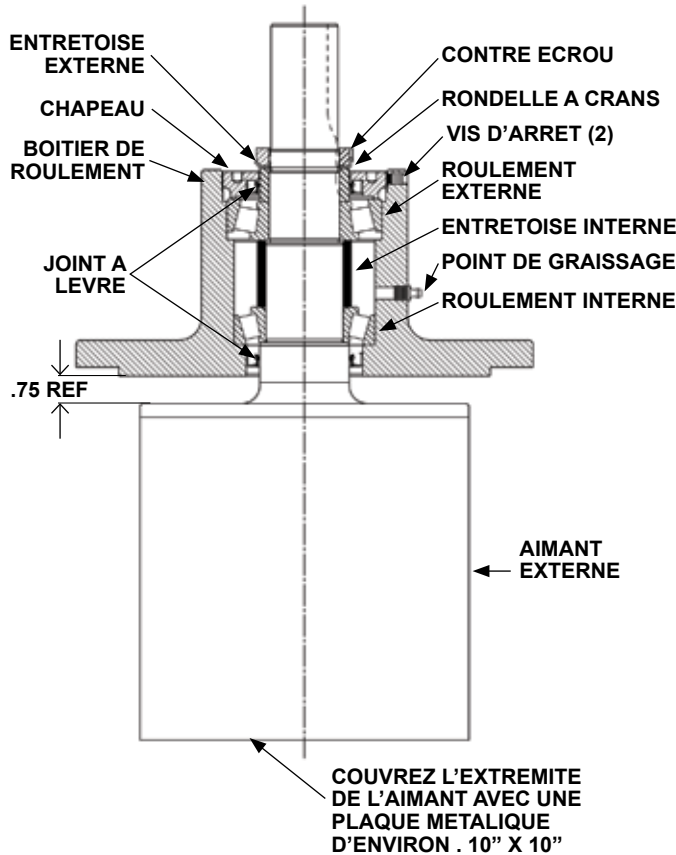

FIGURE 15
Le boîtier de roulement est muni de deux roulements à rouleaux coniques (TRB) bourrés à la graisse ainsi que d'un assemblage d'aimant entraînants avec arbre. L'unité peut être graissée de l'extérieur par le point de graissage. S'il faut démonter davantage, voir **Figure 15** page 9, et procédez de la manière suivante:
2. Le chapeau externe abrite le second joint à lèvres. Si le joint est en bon état, glisser le chapeau sur le spacer extérieur ensuite visser dans le boîtier de roulement. Centrer le spacer intérieur pour que l'arbre glisse à travers des deux roulements. Vissez le chapeau jusqu'à ce qu'il rentre en contact avec le roulement extérieur. Serrez le chapeau à la main fermement et fixez en position avec les (2) vis d'arrêt.
3. Insérez l'arbre de l'aimant externe dans les roulements et l'entretoises. Quand l'arbre est dans une position correcte il doit y avoir environ 0.75" entre la partie aimants et le boîtier de roulements, voir figure 15.